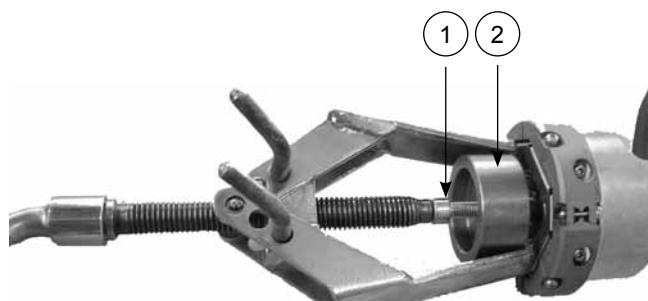

Fig. 8 : estrattore
- Recuperare la rondella di trazione dell'encoder (rif. 2 fig. 8) con un estrattore cuscinetto (Fig. 8) e una vite M6 CHC X 30 (rif. 1 fig. 8) avvitato nella punta del encoder conico.